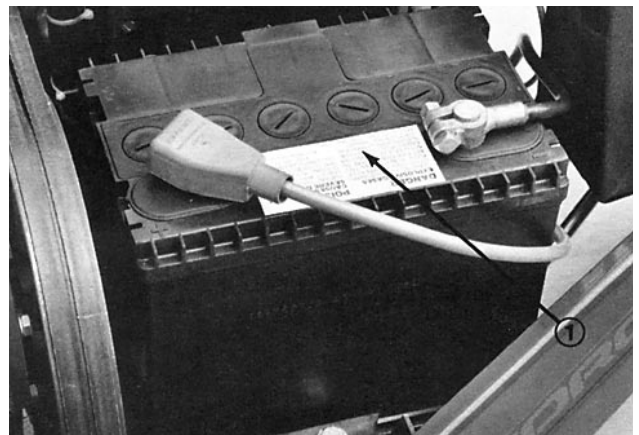

Bild 1
8. Das Pluskabel (mit dem Gummiüberzug) am (+)Pol und das Minuskabel (schwarz) am (-)Pol der Batterie an-klemmen und mit den Sechskantschrauben und Muttern absichern. Den Gummiüberzug über den Pluspol ziehen, um eventuellen Kurzschlüssen vorzubeugen (Bild 1).